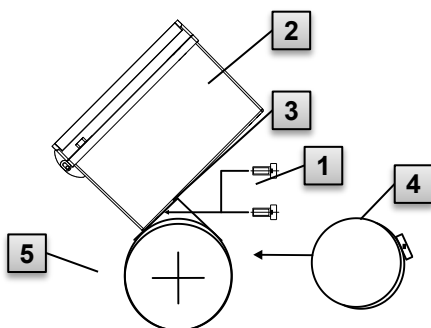

Fig. 7
1. Ved hjælp af to cylinderskruer M5 x 10 mm (Fig. 7: **1**) skrues A2-universalbeslaget med rørbøjle fast i de to forborede huller (Fig. 7: **3**) på enheden EK280 (Fig. 7: **2**).
3. A2-universalbeslaget (Fig. 7: **3**) og enheden (Fig. 7: **2**) fastgøres til rørledningen (Fig. 7: **5**) ved hjælp af rørbøjlen (Fig. 7: **4**).